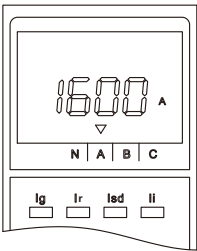

图85 A相电流显示界面
① 缺省状态：缺省状态即为测量状态，故障指示灯都灭，控制器处在无按键操作，显示最大电流。在缺省状态若按“→”，循环显示L1、L2、L3(LN)、Lg电流值。示例图见图85